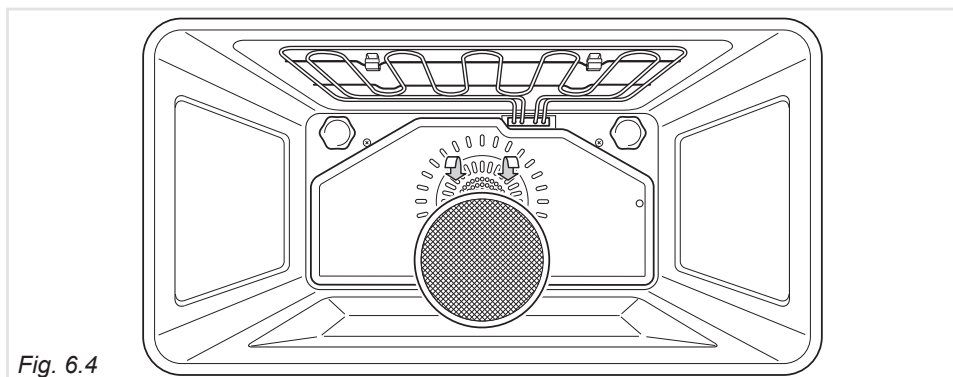

Fig. 6.4
- L'arrière du four est muni d'un écran spécial pour absorber les particules de graisse, surtout lorsqu'on fait rôtir des viandes. Le filtre est accroché à la paroi postérieure du four comme illustré sur la figure 6.4.